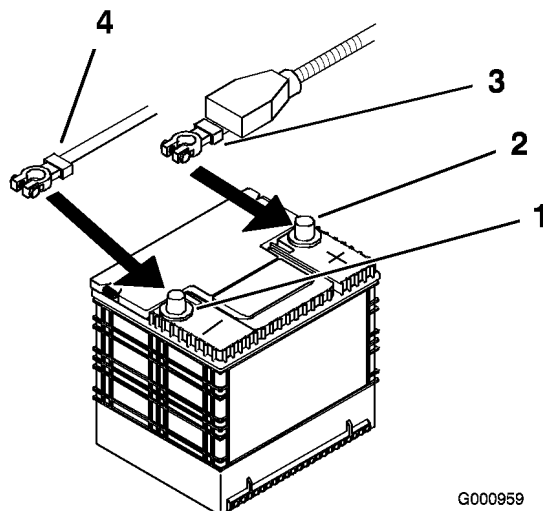

Figura 44
4. Scollegate innanzi tutto il cavo negativo della batteria ed il filo di messa a terra dal morsetto negativo (-) della batteria (Figura 44).
5. Sfilate la guaina rossa del morsetto dal morsetto positivo (rosso) della batteria. Togliete quindi il cavo positivo (rosso) della batteria (Figura 44).
4. Fissate i cavi con due bulloni (1/4 x 3/4 poll.), due rondelle (1/4 poll.) e due dadi di bloccaggio (1/4 poll.) (Figura 44).